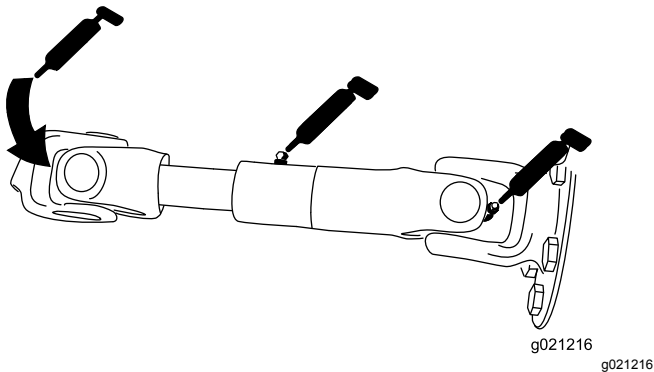

Figure 74
- Arbre d'entraînement de pompe (3) (Figure 74)